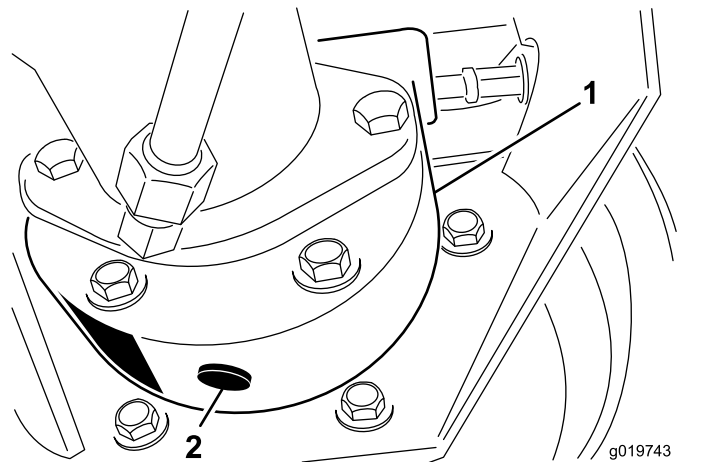

Bild 55
3. Stellen Sie eine Auffangwanne unter das Bremsgehäuse, entfernen Sie die Ablassschraube und lassen das Öl ablaufen (**Bild 55**).